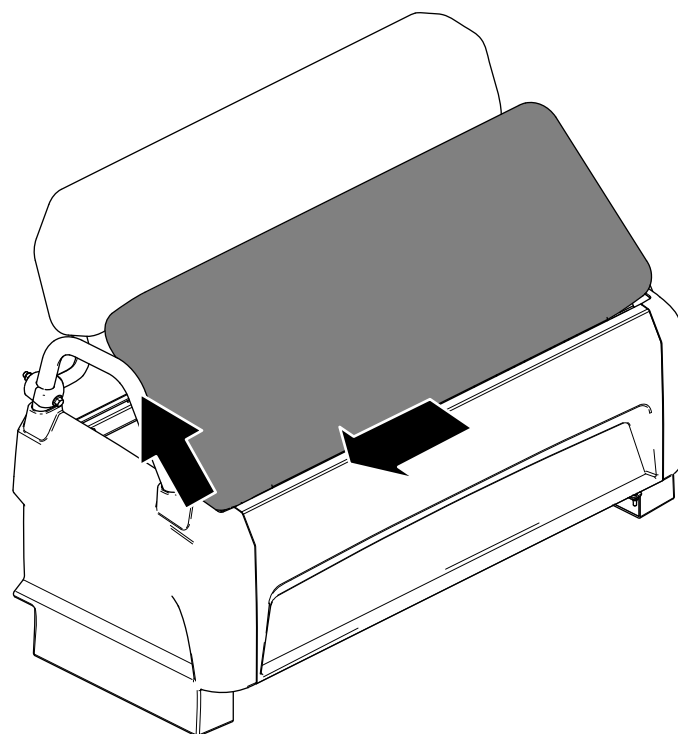

Figure 26
2. Faites glisser le coussin sur le côté pour le dégager des goupilles, puis soulevez-le (Figure 26).